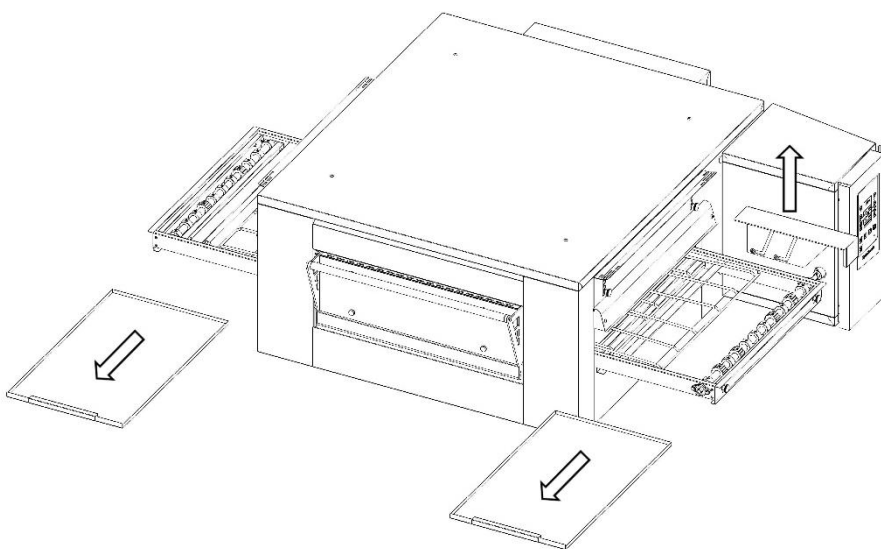

Fig.1A
2. Die Ein- und Auslaufkasten des Netzbandrahmens entfernen (siehe Abb.1A Abschnitt 9.3.1).
3. Die Schutzabdeckung der Netzbandkupplung durch ihr Auslösen und Heben nach oben entfernen (siehe Abb.1A Abschnitt 9.3.1).
3. Die Abdeckung nach oben ziehen (Abb.1A).